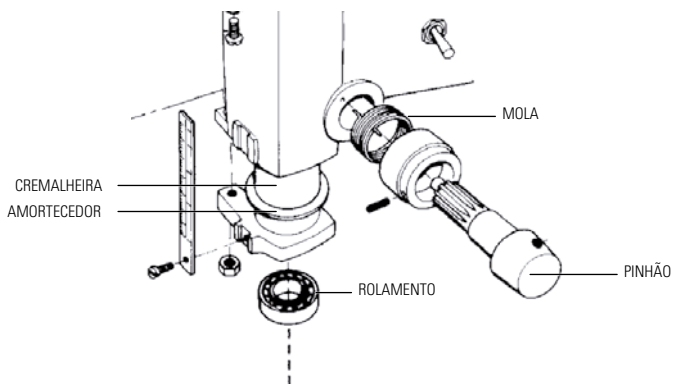

FIGURA 12.1
4.2 Confira a ação da mola (Figura 12.1) de retorno do pinhão, se necessário ajuste-a no sentido antihorário.
5.1 Lave e lubrifique os rolamentos inferior e superior (Figura 12.1). Para lubrificação, utilize graxa a base de sabão de lítio grau NLGI 2 com aditivação de extrema pressão (EP). Ref.: Shell Alvania EP-2, Texaco Multifak EP-2